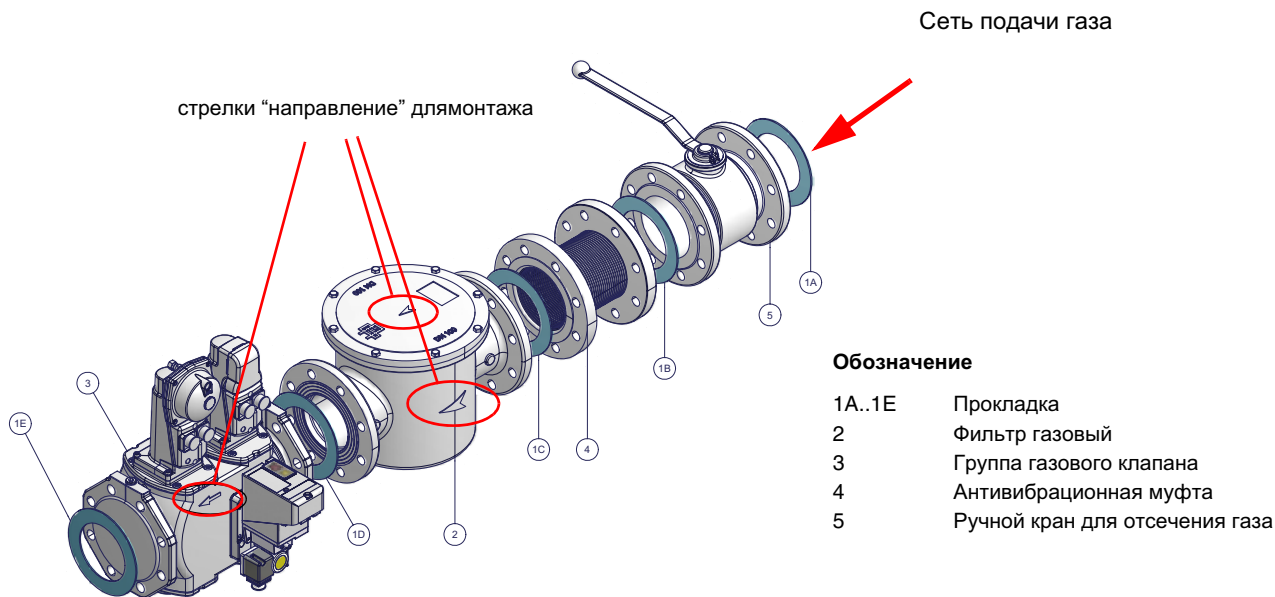

Рис. 10 - Пример газовой рампы
- 1 - б) при фланцевых соединениях: между соседними компонентами устанавливать прокладку (1A..1E - Рис. 10), совместимую с используемым газом,
**ВНИМАНИЕ:** после монтажа газовой рампы согласно схеме на Рис. 10, необходимо провести тестирование на герметичность газового контура, согласно требований действующих нормативов.